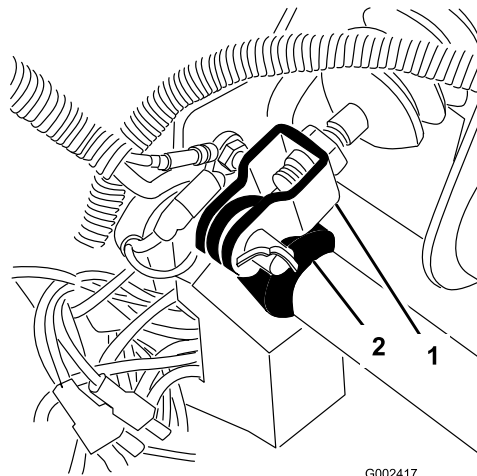

Bild 64
1. Nehmen Sie den Splint und Lastösenbolzen ab, mit dem das Hauptzylinderjoch am Bremspedalgelenk befestigt ist (Bild 64).
3. Lösen Sie die Sicherungsmuttern, mit denen das Joch an der Hauptzylinderwelle befestigt ist (Bild 64).